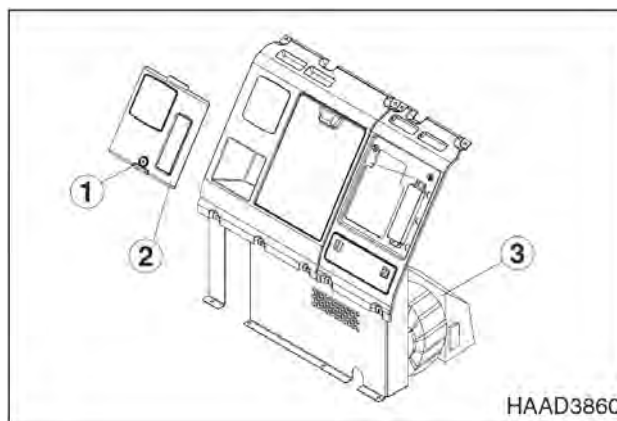

Рис. 67
1. Поверните ключ в цилиндре (1, рис. 67), чтобы открыть крышку (2, рис. 67), расположенную позади сиденья оператора.
3. Снять крышку (2, рис. 67) задней коробки.
4. Снять крышку фильтра (3, рис. 67) с блока кондиционера воздуха.